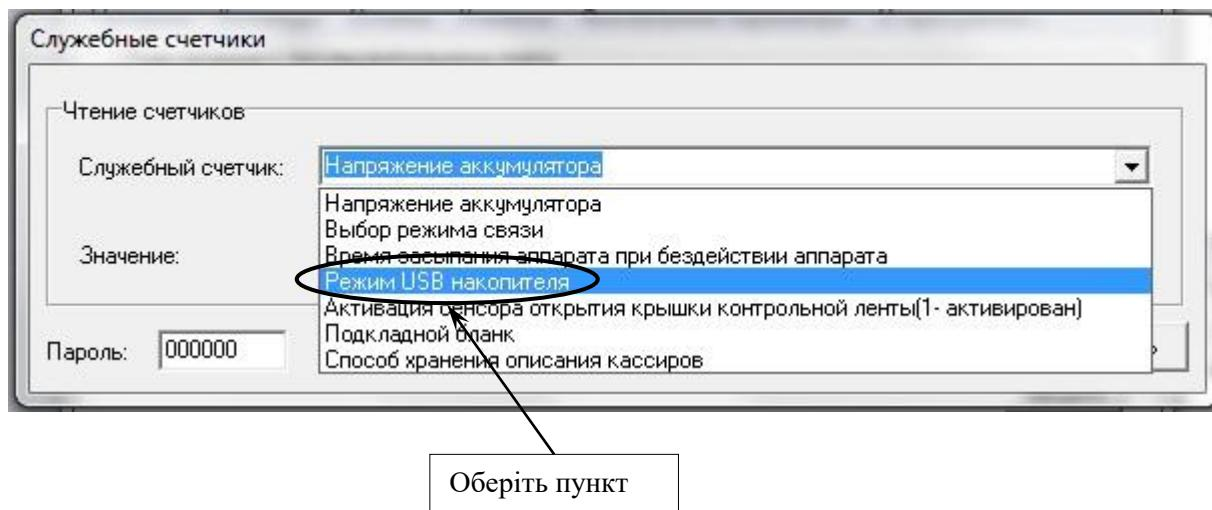

Рисунок 38
- у вікні, що з'явилося, у випадаючому списку поля «Служебный счетчик» обрати пункт «Режим USB накопителя» (рисунок 38);